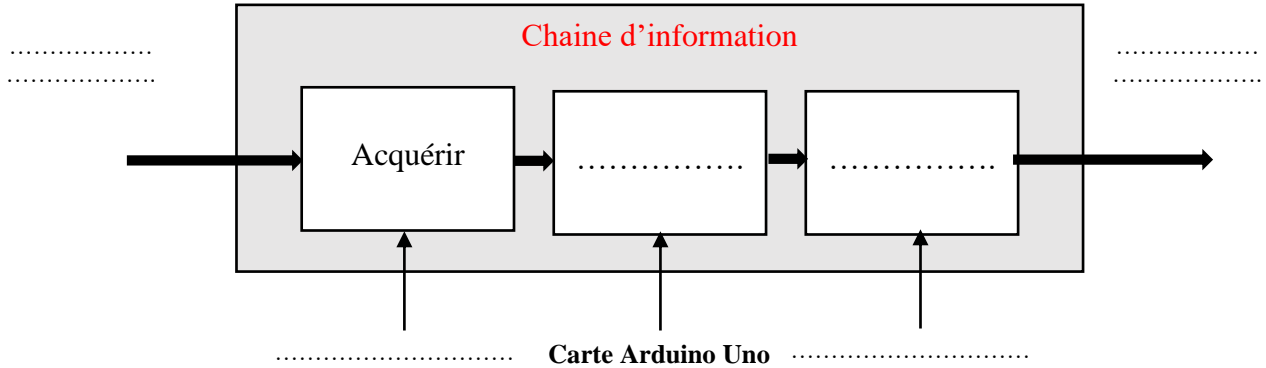

Figure 5 : chaîne d'information du détecteur de séisme
4. Sur la feuille de réponses, recopier et compléter la chaîne d'information (figure 5) du détecteur de séisme : (2 points)